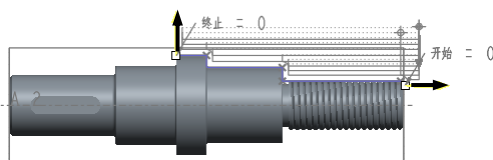

图 10.3.13 调整延伸方向
Step7. 定义延伸方向。在“区域车削切削”对话框中的 **开始延伸** 下拉列表中选择 **Z 正向** 选项, 在 **结束延伸** 下拉列表中选择 **X 正向** 选项, 图形区显示如图 10.3.13 所示。